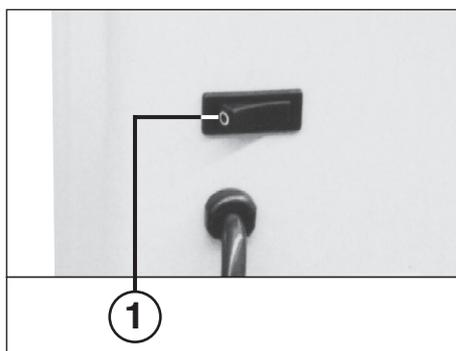
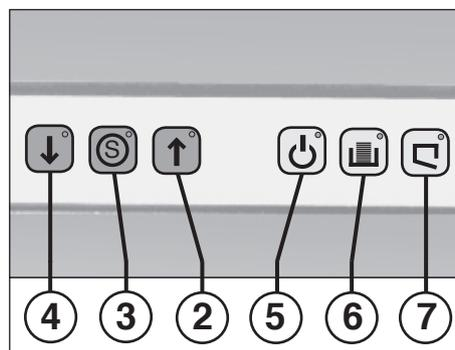

Fig. 1
Fig. 2
- 1 = Tuimelschakelaar „Gereed“ (Fig. 1)**
- 2 = Vooruittoets (Fig. 2)**
- 3 = Stoptoets „S“ (Fig. 2)**
- 4 = Achteruittoets (Fig. 2)**
- 5 = Controlelampje „Gereed“ (Fig. 2)**
- 6 = Controlelampje „Opvangbak vol“ (Fig. 2)**
- 7 = Controlelampje „Deur open“ (Fig. 2)**
Apparaat met de tuimelschakelaar (1) (Fig. 1) inschakelen. Als teken van bedrijfsvaardigheid brandt het controlelampje „Gereed“ (5) en ook het lampje in de rode stoptoets „S“ (3) (Fig. 2).
Als de opvangbak gevuld is, schakelt de machine zichzelf uit en een signaaltoon weerklinkt. Het controlelampje (6) (Fig. 2) gaat aan. De opvangbak als volgt legen:
- Deur openen. Het controlelampje (7) (Fig. 2) gaat aan.
- De signaaltoon stopt. Het controlelampje (6) gaat uit.
- Lege zak plaatsen, opvangbak op zijn plaats zetten en de deur sluiten. Het controlelampje (7) gaat uit.
U gelieve erop te letten dat het apparaat „s nachts uitgeschakeld is (tuimelschakelaar (1) (Fig. 1) bedienen).